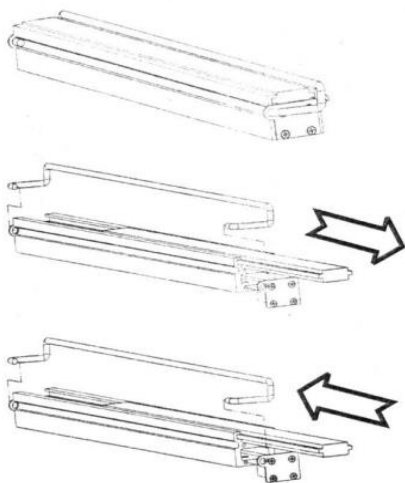

Рис.12
- Силиконовая лента крепится непосредственно на опорную планку. Снять ее можно, открутив 4 болта на прижимной ленте (Рис.12).